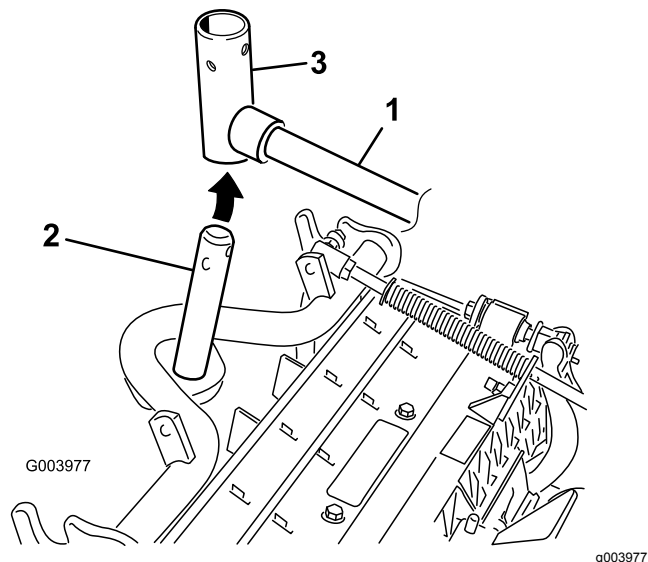

Bild 11
- B. Setzen Sie das Hubarmjoch in die Trägerschienenwelle ein (Bild 11).